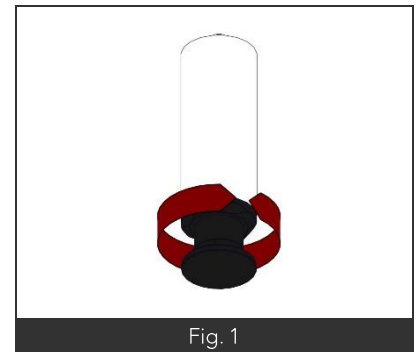

Fig. 1
- Positionner le doseur d'énergie sur la position désirée (Fig1 Rep2), le voyant vert s'allume (Fig1 Rep3) signe de mise sous tension et le voyant rouge pour la mise en chauffe de l'appareil.
- Dévisser les vis de la grille de façade (Fig1 Rep A)
- Enlever les tamis (Fig1 Rep B)
- Déposer la manette (Fig1 Rep C) puis le panneau (Fig1 Rep D).
- Déposer les colonnes d'angle (Fig1 Rep E1) puis le panneau latéral droit (Fig1 rep E2).